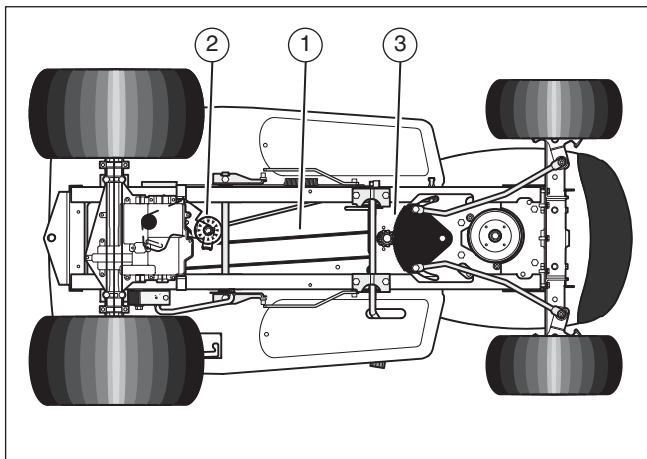

Figura 21
13. Controllare il percorso della cinghia di trasmissione (1) (Figura 21). Verificare che sia installata correttamente sulla puleggia folle (2). Verificare che il gruppo del piantone di guida (3) sia all'interno della cinghia di trasmissione.